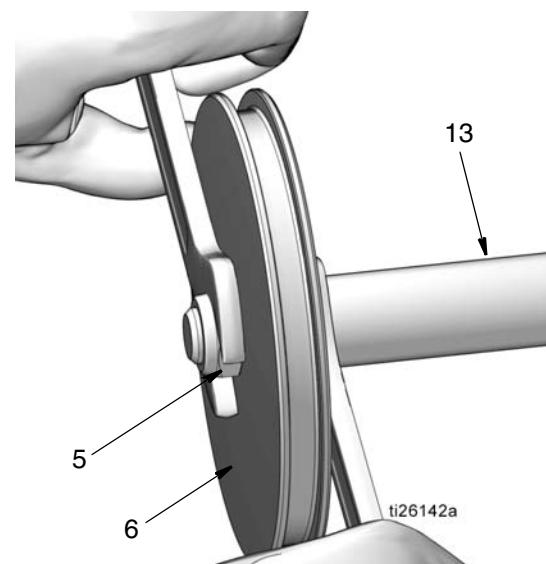

图 48
- 将螺母 (5) 安装在活塞杆 (13) 上。使用两个扳手以相反方向用力，拧紧螺母。固定一个开口扳手以齐平活塞杆，使用另一个扳手拧紧螺母 (5)，如图 48 所示。